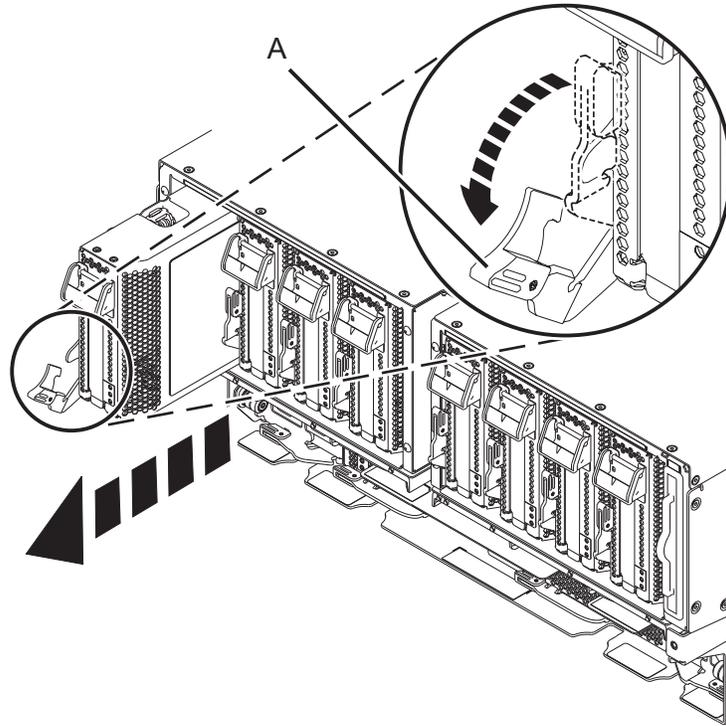

Figura 38. Remover uma cassetete do adaptador PCIe do sistema
- b. Rode a pega da cassette terracota (**A**) na direcção apresentada na Figura 38 na página 39 e, em seguida, pressione para baixo a pega (**A**) para desengatar a cassette dos conectores da ranhura.